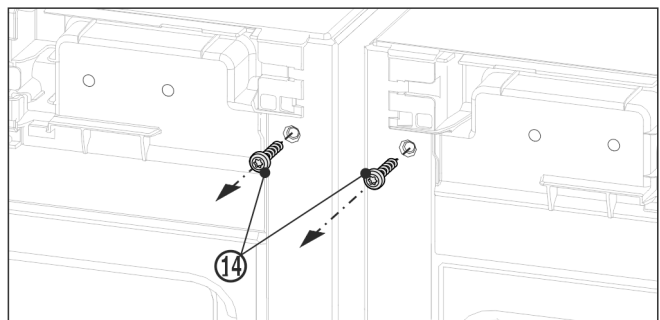

Fig. 12
- ▶ Avant le montage de l'équerre supérieure, dévisser les deux vis de terre Fig. 12 (14).